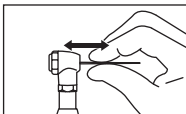

Fig. 3
- ・ 使用前にファイルを引き引っ張ってみて、ファイルがしっかり取り付けられていることを確認してください。(図3)